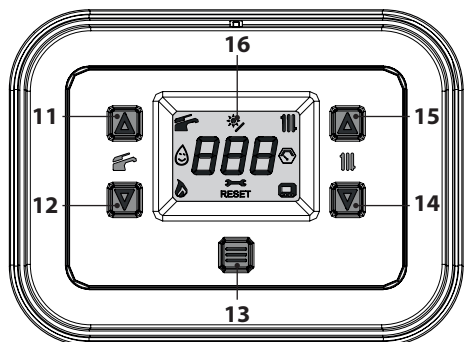
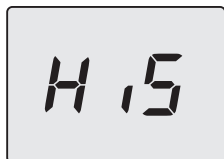
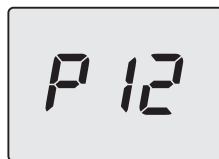
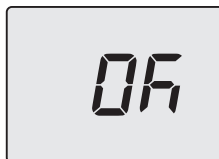

Figura 5.69
Figura 5.70
Figura 5.73
Figura 5.74
- Entrare in "modalità programmazione" premendo contemporaneamente per 5 secondi i tasti 12 e 14 (Figura 5.69) fino a far apparire sul display LCD le lettere **HiS** che indicano il menu "Storico delle caldaie" (Figura 5.70).
- Premere per 1 sec. il tasto 13 (Figura 5.69) per entrare nel parametro selezionato. Il display visualizzerà quanto segue (Figura 5.73).
- Premendo il tasto 13 (Figura 5.69) si ottiene la conferma del valore inserito. Il display visualizzerà per 5 sec. quanto segue (Figura 5.74) poi, si porterà al livello superiore.
- Premendo contemporaneamente i tasti 12 e 14 (Figura 5.69) si esce senza modificare il valore (ritorno al livello precedente).
- tenere premuti contemporaneamente i tasti 12 e 14 per 5 sec. (Figura 5.69) (ritorno al livello precedente).